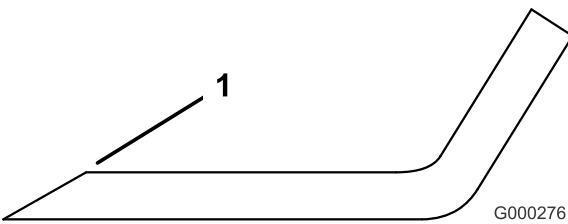

Figure 73
- Aiguisez le tranchant à chaque extrémité de la lame (Figure 73). Veillez à conserver l'angle de coupe d'origine. Limez la même quantité de métal sur chacun des deux tranchants pour ne pas déséquilibrer la lame.